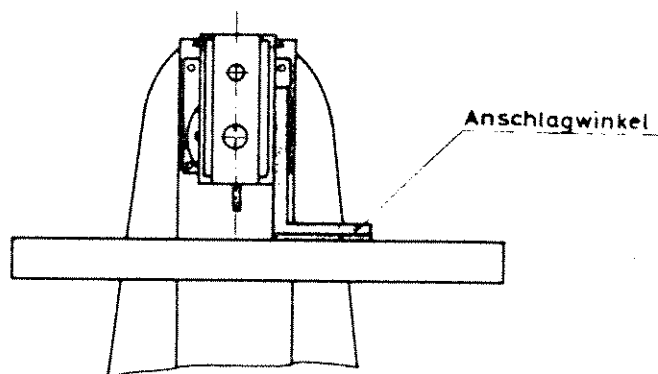

Bild 8
- 2.) Stoßapparat mit Anschlagwinkel nach Tischoberfläche ausrichten. Siehe Bild 8